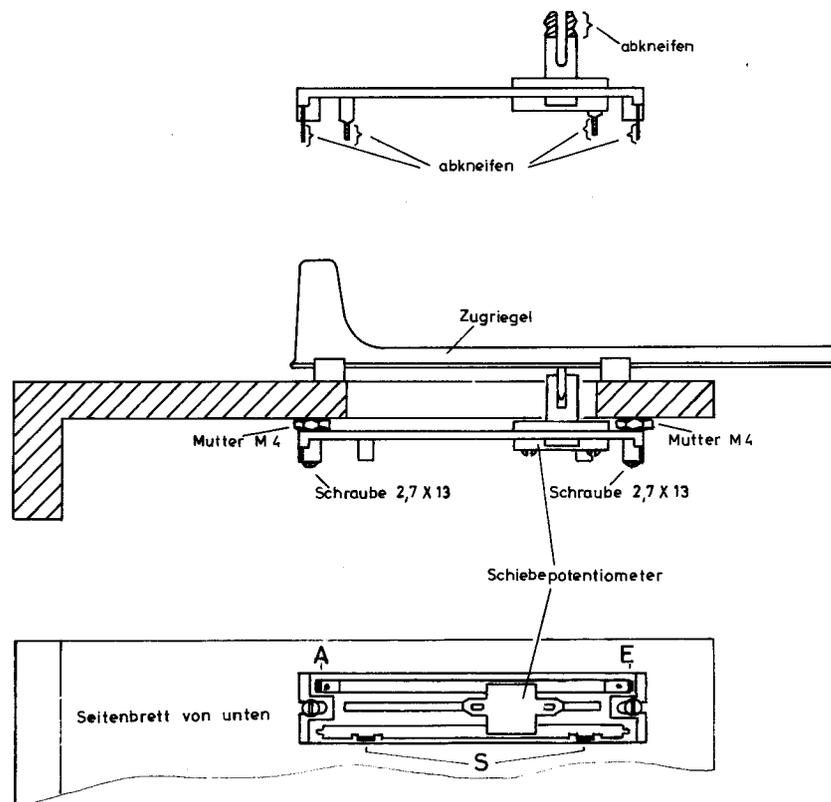

Bild 6.
Wird bei einkanaliger Wiedergabe neben dem Phasing-Rotor auch der Cathedral-Chorus laut Bauanleitung 67 133, Bild 6 (also nicht Bild 7), angeschlossen, müssen beide Bausätze in Reihe geschaltet werden: Punkt 3 Phasing-Rotor an Punkt 6 Cathedral-Chorus, ohne Widerstand 150 k Ω . Anschluß Ausgang Cathedral-Chorus, also Punkt 5, gemäß Bauanleitung 67 133, Bild 6.
Zunächst werden am Potentiometer die laut Bild 6 gestrichelten Teile der Anschlußstifte und der Führungsnase mit einem Seitenschneider abgekniffen. Danach werden die Potentiometer unter Zwischenlage einer Mutter M 4 mittig in den zugehörigen Schlitze eingeschraubt. Die beiden innen liegenden Potentiometeranschlüsse (S) weisen dabei im Bild 6 **nach unten!**